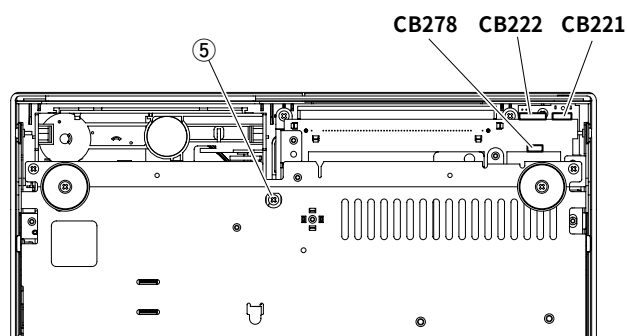

Fig. 3
- Remove 1 screw (⑤) in Fig. 3.
- Remove connectors CB221, CB222 and CB278 in Fig. 3.
- ⑤のネジ1本を外します。(Fig. 3)
- コネクターCB221、CB222、CB278を外します。(Fig. 3)